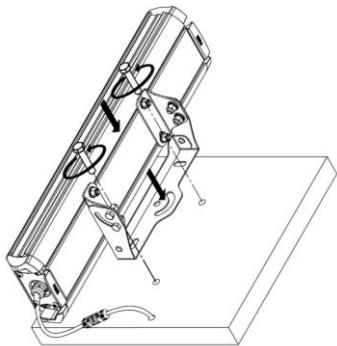

Рисунок 5. Установка светильника с креплением на монтажную поверхность.
- 5.3. Установите светильник с креплением на поверхность (см. рисунок 5). Наличие нескольких монтажных отверстий на основании крепления светильника позволяет установить его корпус в различном положении